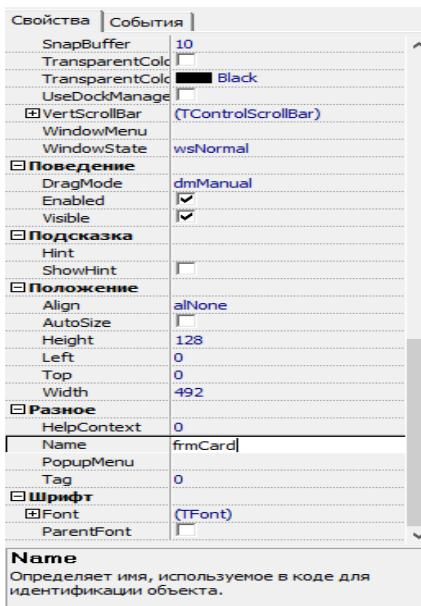

Рисунок 289: Редактирование наименования формы
- 25 Выбрать объект OPPForm1 и изменить его свойство Name на frmCard (рис. 289).